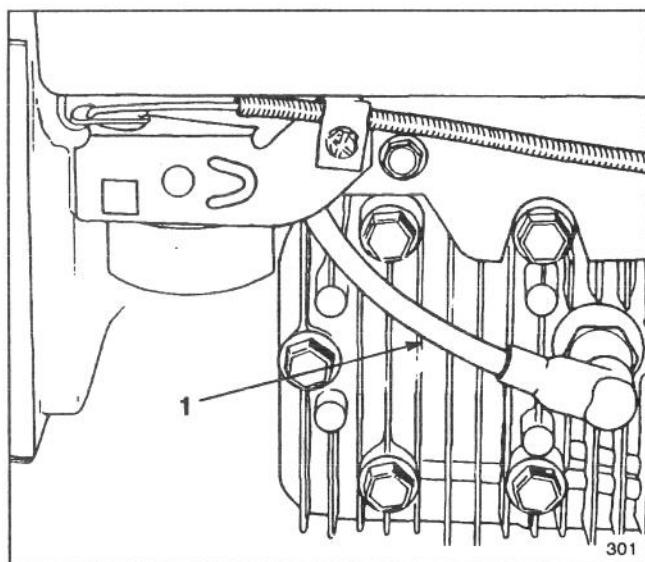

Figure 17
2. Brancher le fil d'allumage sur la bougie (Fig. 17).
1. Arrêter le moteur et débrancher le fil de la bougie (Fig. 17).
Débrancher le fil de la bougie (Fig. 17).